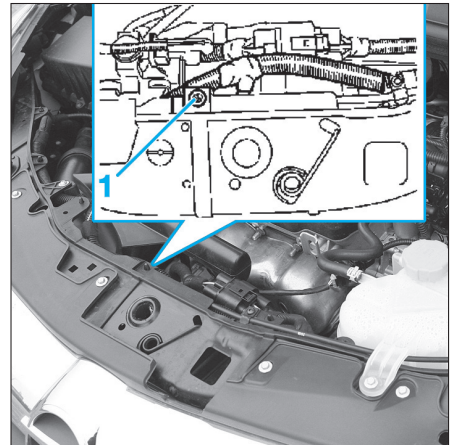

Fig. 12
- Enlever l'agrafe (1) (Fig.12).